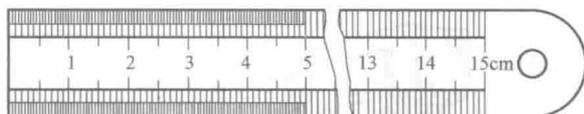

图 0-8 钢直尺
(1) 钢直尺 钢直尺一般由不锈钢制成，可以用来测量工件的长度、宽度、高度和深度。钢直尺的标称长度有 150mm、300mm、500mm 和 1000mm 等，尺面上的标尺间隔一般为 1mm。有的标称长度为 150mm 的钢直尺，在 0~50mm 长度段内标尺间隔为 0.5mm，如图 0-8 所示。钢直尺测量出的数值误差比较大，1mm 以下的小数值只能靠估计得出，因此不能用于精确的测量。有的钢直尺背面还刻有米—英制换算表或将米制与英制的尺寸标记分别刻